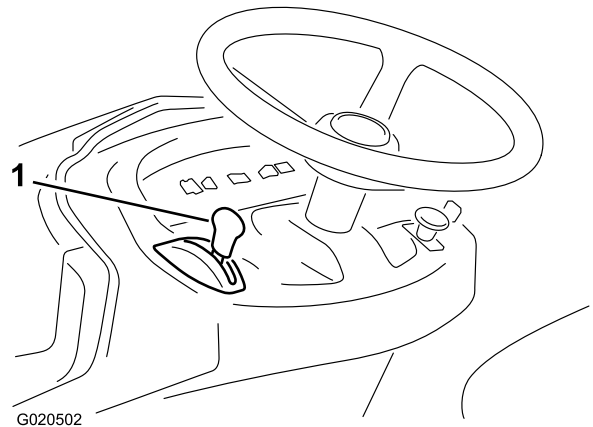

Figura 9
5. Para arrancar un motor frío, empuje la palanca de control del acelerador hacia adelante del todo, a la posición de Estárter (Figura 9).
6. Gire la llave de contacto en el sentido de las agujas del reloj y manténgala en la posición de Arranque (Figura 9).
7. Cuando el motor arranque, mueva lentamente la palanca de control del acelerador a la posición de Rápido (Figura 9).
1. Mueva la palanca del acelerador a la posición de Lento (Figura 9).
2. Gire la llave de contacto a la posición de Desconectado (Figura 9).